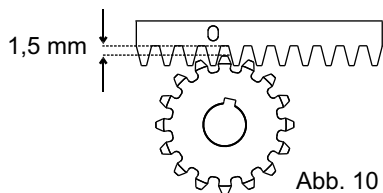

Abb. 10
5.6. Um zu verhindern, dass sich das Torgewicht auf das Zahnrad verlegt, die gesamte Zahnstange um 1,5mm anheben (Abb. 10);